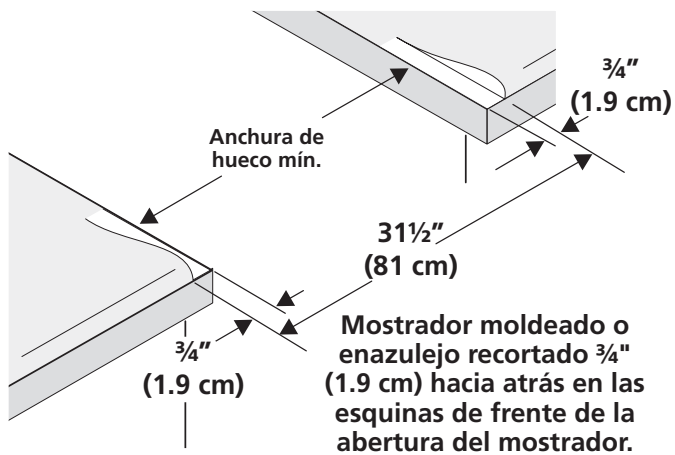

Figura 3
Este electrodoméstico está fabricado con un suministro eléctrico neutro blanco y un alambre de cobre conectado al armazón. El armazón está puesto a tierra por un enlace de la conexión a tierra con la conexión del neutro al final de la línea eléctrica, si es usado en los estados unidos una nueva instalación de circuito de bifurcación (1996 NEC), casa rodante, vehículos recreacionales, o donde los códigos locales no permitan poner a tierra mediante el neutro (blanco) o en Canadá, desconectar la conexión blanca de la verde y utilizar la conexión a tierra para poner a tierra la unidad de acuerdo a los códigos locales, conectar el neutro al circuito de bifurcación-conductor neutro de manera usual. Ver Figura 4. Si su electrodoméstico va a ser conectado a una caja de conexión puesta a tierra de 3 cables (en los estados unidos solamente), donde los códigos locales permitan conectar el conductor de poner a tierra-electrodoméstico con el neutro (blanco) ver Figura 3.
- **El reborde de frente de mostradores moldeados** deben tener bordes moldeados a $\frac{3}{4}$ " (1.9cm) a partir de cada extremidad de la apertura (Figura 3).
- **Los mostradores enazulejos** deberán necesitar un recorte de $\frac{3}{4}$ " (1.9 cm) a partir de cada extremidad y/o un borde redondeado aplanado (Figura 3).